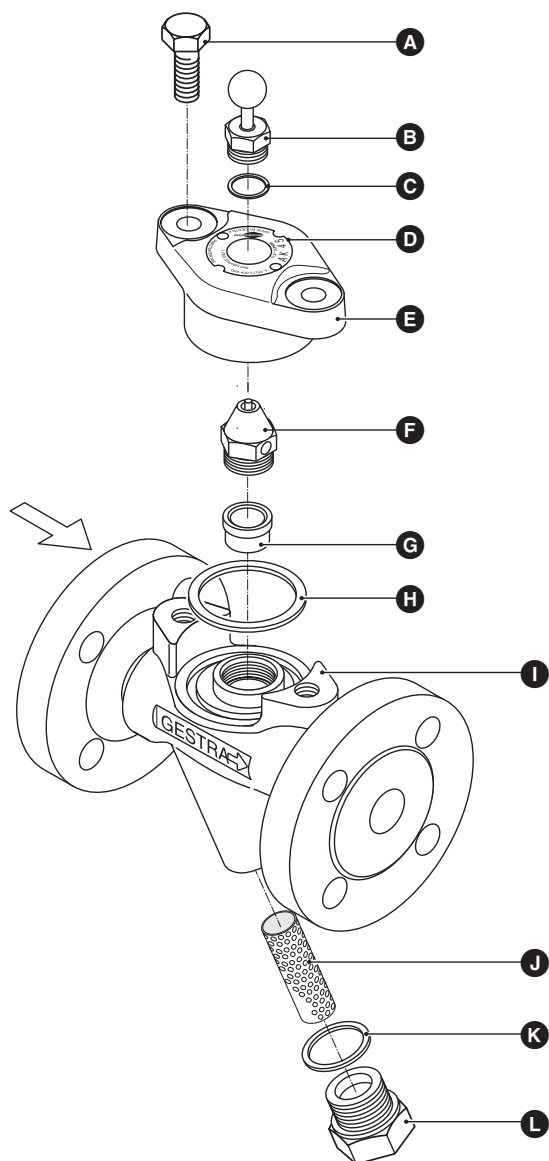

Рис. 2
2. Открутите болты **A**. Снимите крышку **E** с корпуса **I**. **Рис. 2**